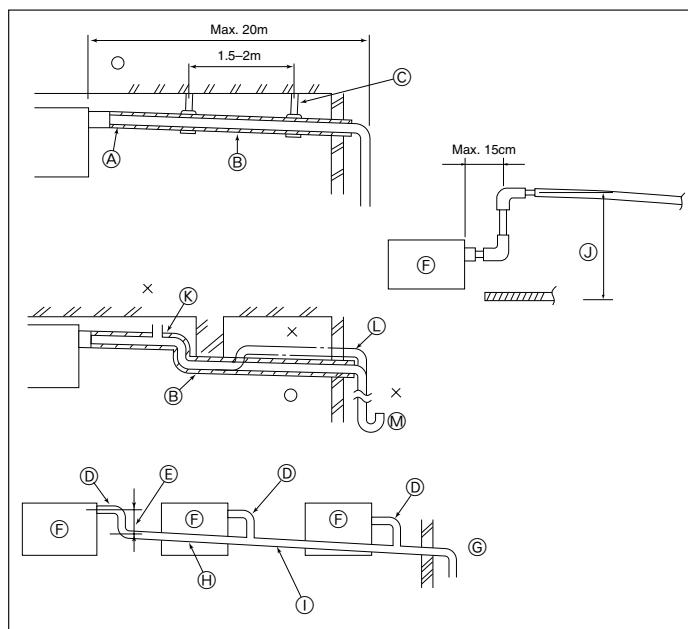

Fig. 3-4
- ① Die mitgelieferte große Rohrabdeckung um das Gasrohr herumwickeln und dafür sorgen, daß das Ende der Rohrabdeckung bis unmittelbar an die Anlage heranreicht.
- ② Die mitgelieferte kleine Rohrabdeckung um das Flüssigkeitsrohr herumwickeln und darauf achten, daß das Ende der Rohrabdeckung bis unmittelbar an die Seite der Anlage heranreicht.
- ③ Beide Enden jeder Rohrabdeckung mit den mitgelieferten Bändern sichern. (Die Bänder 20 mm von den Enden der Rohrabdeckung anbringen.)
3.4. Verrohrung der Dränage (Fig. 3-4)